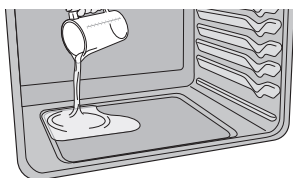

Figure 26 : Ajoutez 1 tasse d'eau du robinet
3. Versez 1 tasse d'eau du robinet dans le fond du four (Figure 26). Fermez la porte du four.